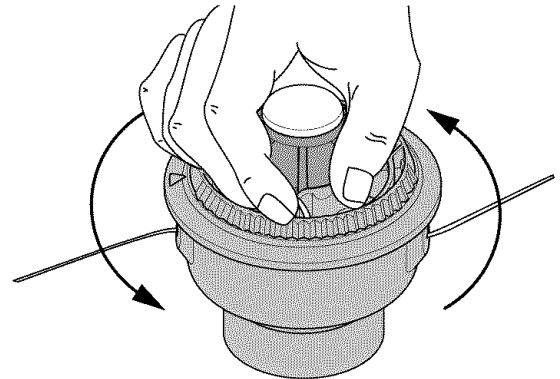

Fig. 18
6. Bobine el carrete interior en sentido antihorario hasta que queden aproximadamente cuatro (4) pulgadas de línea fuera de los ojalillos del bastidor del carrete (Fig. 18).